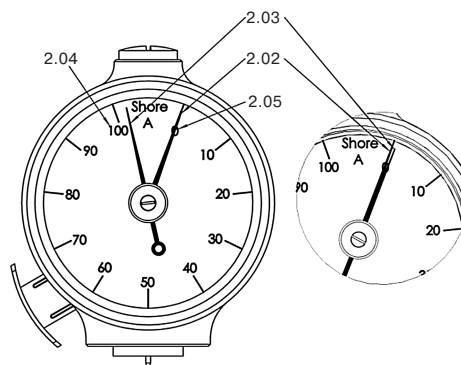

Рис.5. Проверка аналогового твердомера НР — стрелка фиксатор.
• Переведите стрелку фиксатор (2.03, Рис.5) на позицию выше «100» (2.04, Рис.5)
• Переведите стрелку фиксатор (2.03, Рис.5) обратно на позицию «0» (2.05, Рис.5), после процедуры проверки так, чтобы она совпала со стрелкой указателем (2.02, Рис.5).